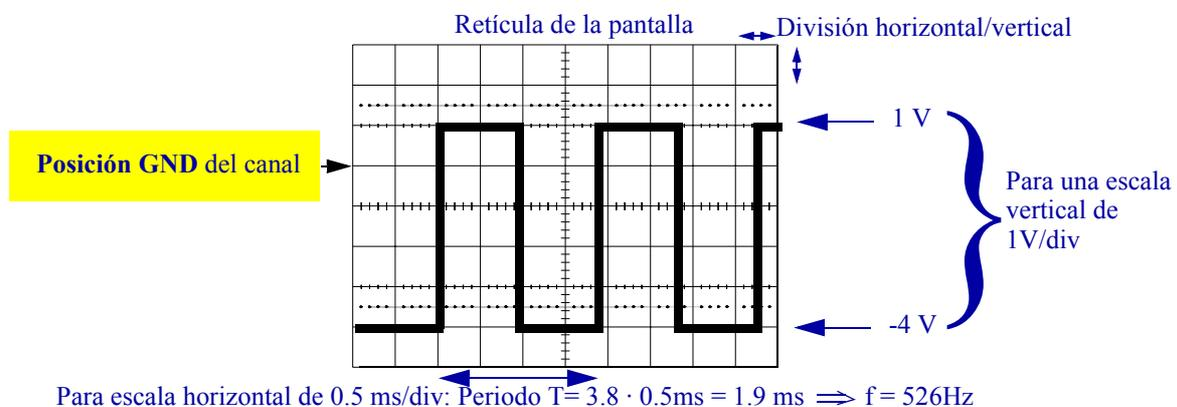

Figura 15: Ejemplo de representación de una señal cuadrada en el osciloscopio
En este modo de representación, que es el normal, se visualizan una o las dos señales de tensión que recibe por sus canales de entradas (13) a través de las puntas de las sondas. En la Figura 15 se observa un esquema de la pantalla cuando se visualiza una señal cuadrada, que usaremos como ejemplo. Como se observa, la pantalla está dividida en una retícula de
En el ejemplo de la Figura 15, la posición GND está en la primera división encima de la línea central. Como la escala es de 1 V/div y la señal oscila entre 5 divisiones verticales, su valor pico-pico es $V_{pp} = 5$ V. Como el valor alto de la señal está 1 división por encima de GND, el valor alto de la señal es $V_H = 1$ V (este **no es un valor digital** apropiado para las tecnologías que usaremos). En cuanto al valor bajo, como está 4 divisiones por debajo de GND, vale $V_L = -4$ V.